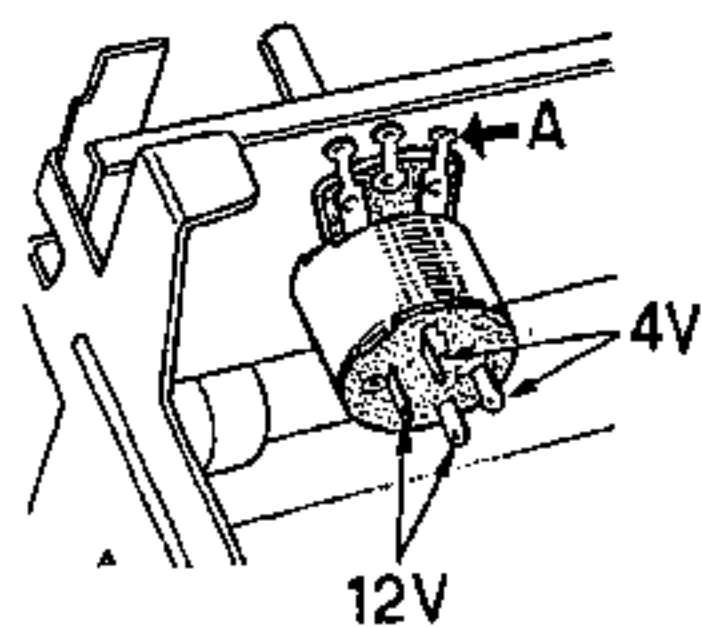

Figure 7
Cette opération permet de vérifier l'interrupteur du circuit HT du potentiomètre (Figure 7).
Cette opération permet de vérifier l'interrupteur du circuit de polarisation du potentiomètre (Figure 7).
a) Appliquer à la borne A du potentiomètre (Figure 7) un signal BF modulé à 400 PS à travers 0,1 mF en série avec 20 K Ohms. Pousser la tension BF jusqu'au maximum de la tension alternative aux bornes de la bobine mobile du H.P. Sur l'atténuateur du générateur BF, la lecture doit être inférieure à 100 millivolts.